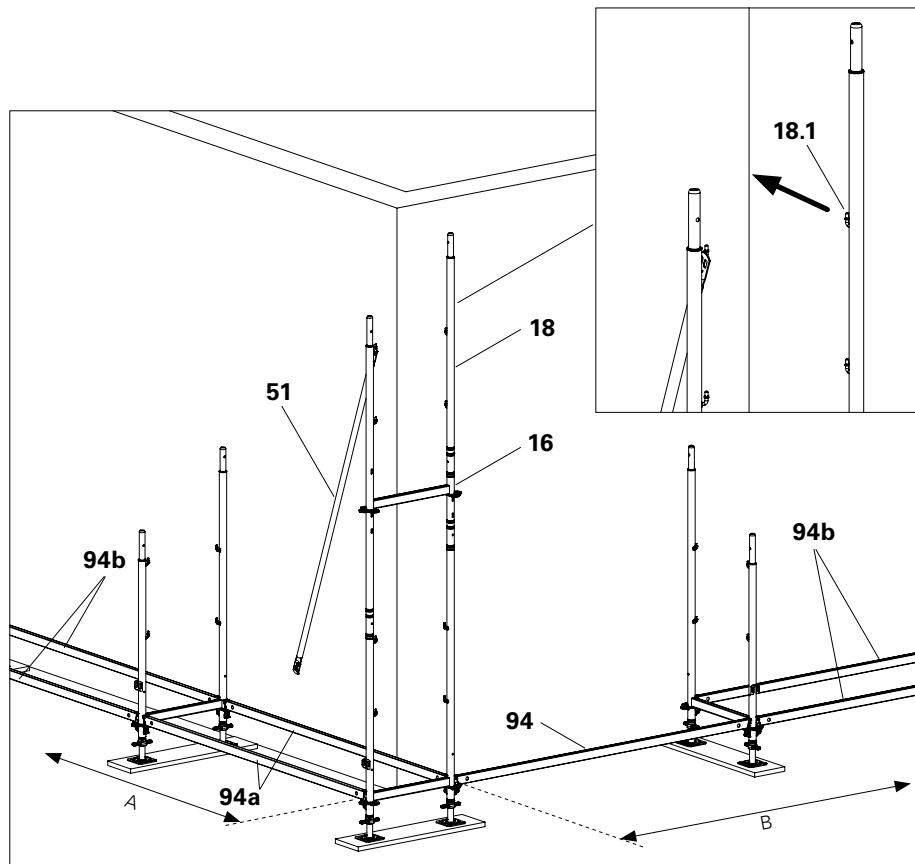

Abb. B6.01
2. Zwei Horizontalriegel UH Plus (94a) im durchlaufenden Gerüstfeld (A) montieren. Keile festschlagen.
3. Anstoßendes Gerüstfeld (B) mit einem Horizontalriegel (94) anschließen.
5. Rohr EVR 150 (18) zusammen mit Easy Rahmen EVF (16) aufstecken. Der Geländerhaken (18.1) am Rohr EVR 150 (18) zeigt nach innen, in die Richtung des durchlaufenden Gerüsts.
6. Geländerholm (51) einhängen. (Abb. B6.01)